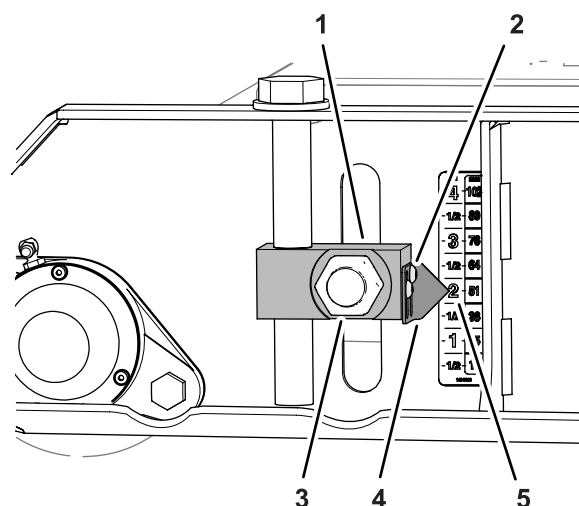
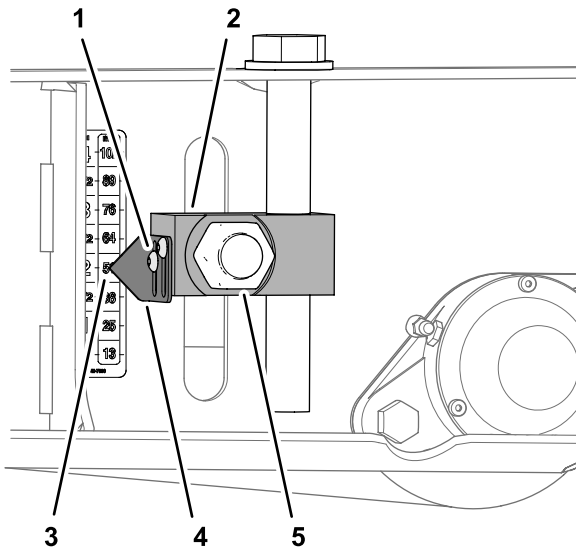

Рисунок 82
Рисунок 84
3. Ослабьте 2 винта с внутренними шестигранниками, которые крепят указатель к блоку регулятора высоты скашивания, совместите указатель с отметкой «51 мм» («2 дюйма») на наклейке и затяните винты (**Рисунок 82**).
6. Ослабьте винты с внутренними шестигранниками, которые крепят 2 указателя к блоку регулятора высоты скашивания, совместите указатель с отметкой «51 мм» («2 дюйма») на наклейке и затяните винты (Рисунок 84).
7. Затяните 4 гайки крепления 4 блоков регуляторов высоты скашивания (Рисунок 82 и Рисунок 84) переднего и заднего валков с моментом от 322 до 396 Н·м.